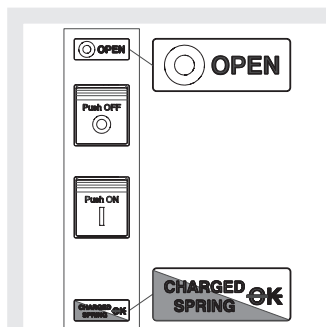

Figura 36
5. Interruttore aperto con molle cariche e non pronto alla chiusura (vedi Figura 36). Questa stato si verifica nei seguenti casi: